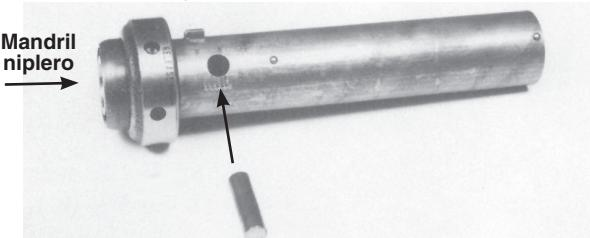

Figura 3 – Montaje del mandril niplero en el adaptador
- Introduzca el pasador en el agujero. El pasador debe estar al ras con la manga. Vea la Figura 3.